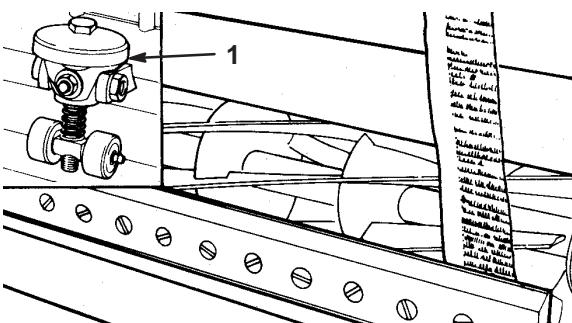

Bild 2
- Prüfen Sie, dass das Untermesser und die Spindel parallel sind. Führen Sie an beiden Seiten vorne am Mähwerk einen langen Zeitungspapierstreifen zwischen der Spindel und dem Untermesser ein. Drehen Sie die Spindel langsam und drehen Sie das Einstellrad des Untermessers (mit einem Schlüssel) (Bild 2) jeweils um einen Klick im Uhrzeigersinn, bis das Papier leicht festgehalten wird. Dies führt zu einem leichten Widerstand, wenn Sie am Papier ziehen.